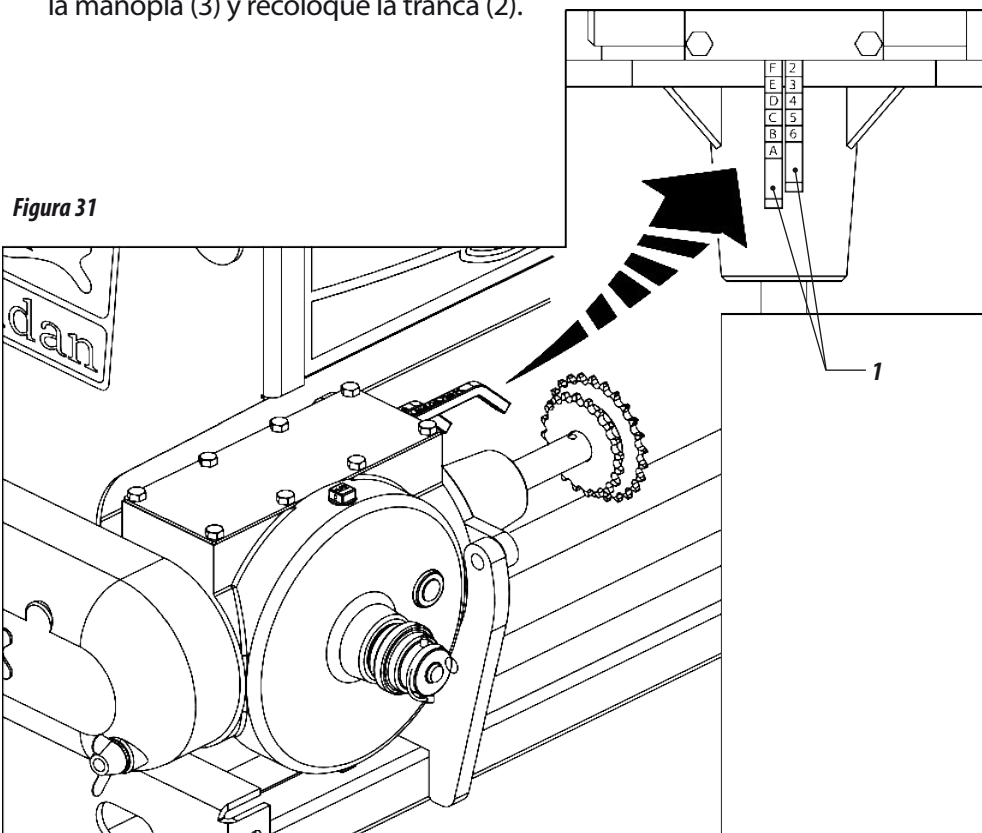

Figuras 30
- 09 - Para conducir el fertilizante del distribuidor hasta el suelo, acople las mangueras (1) en los picos distribuidoras (2) del abono, evitando que los mismos queden cruzadas o dobladas, Figuras 30.